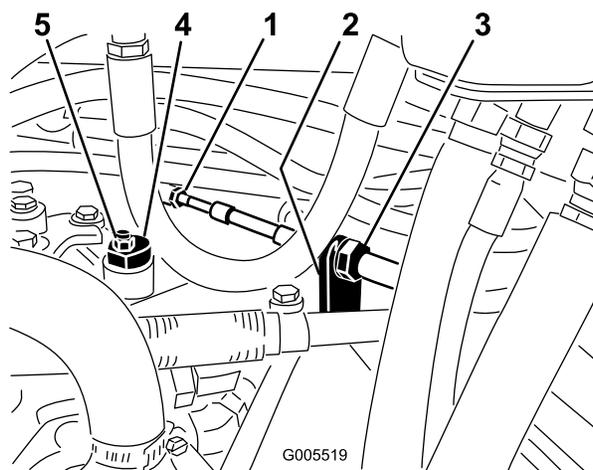

Figura 51
- A. Liberte as porcas que fixam o cabo de tracção ao anteparo do hidróstato (Figura 51). Certifique-se de que as porcas se encontram soltas de forma idêntica, de modo a permitir a operação de ajuste.
Nota: Liberte a porca que fixa o disco excêntrico ao cima do hidróstato (Figura 51).
- C. Rode o disco excêntrico até eliminar a deslocação em qualquer um dos sentidos. Quando a roda deixar de rodar, aperte a porca, bloqueando deste modo o disco excêntrico e fixando a posição de ajuste (Figura 51). Verifique se o ajuste é o
- D. Aperte as porcas que se encontram em cada um dos lados do anteparo, fixando deste modo o cabo de tracção ao anteparo (Figura 51) Não rode o cabo.